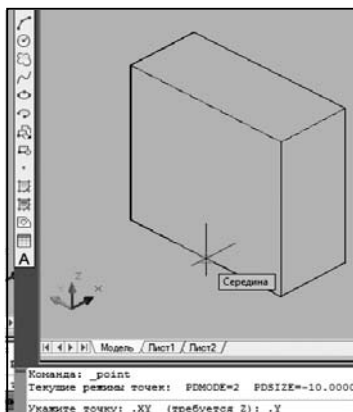

Рис. 2.5. Задание точки на оси Y с помощью фильтра .Y
4. Аналогично выбрать п.3 фильтра .Y и сразу указать точку вдоль оси Y, используя объектную привязку, например, середину ребра (рис. 2.5).